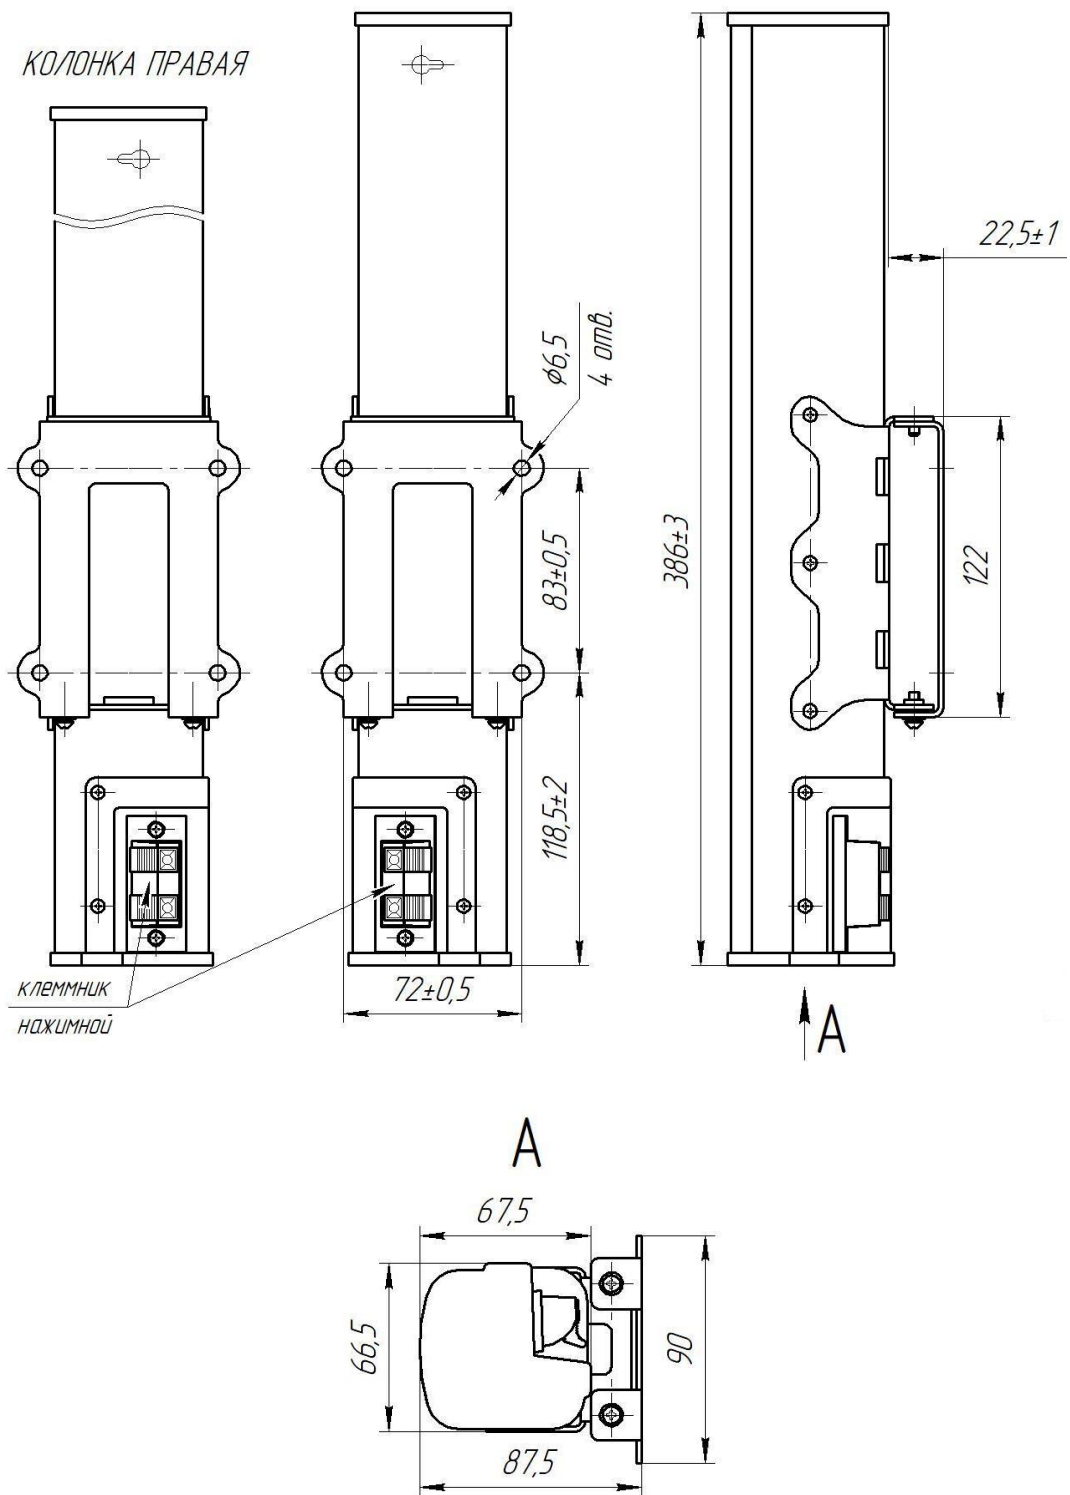

Рис.2 Общий вид, габаритные и присоединительные размеры акустической системы.
4.4.2 Закрепить основание подвеса АС (см. рис.2) на штатное место, но не далее чем 0.2м от телевизора.